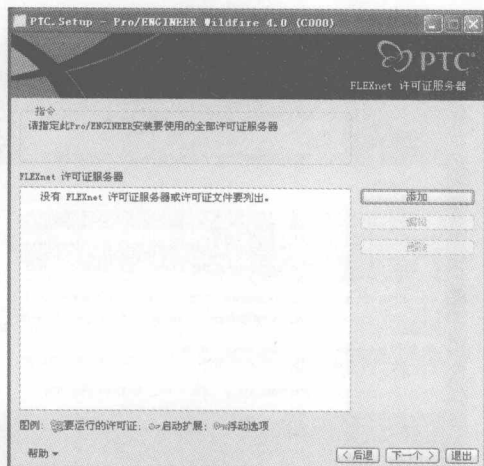

图 1-8 【FLEXnet 许可证服务器】界面
STEP 6 在【定义安装组件】界面单击 **下一个 >** 按钮，进入【FLEXnet 许可证服务器】界面，如图 1-8 所示。